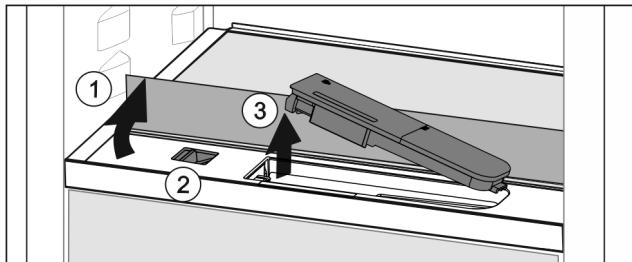

Fig. 87
- Nadvhnite sklenú dosku a až na doraz ju sklopte dozadu Fig. 87 (1).
- Potlačte posúvač Fig. 87 (2) dočava.
- Vyberete nádržku na vodu Fig. 87 (3).